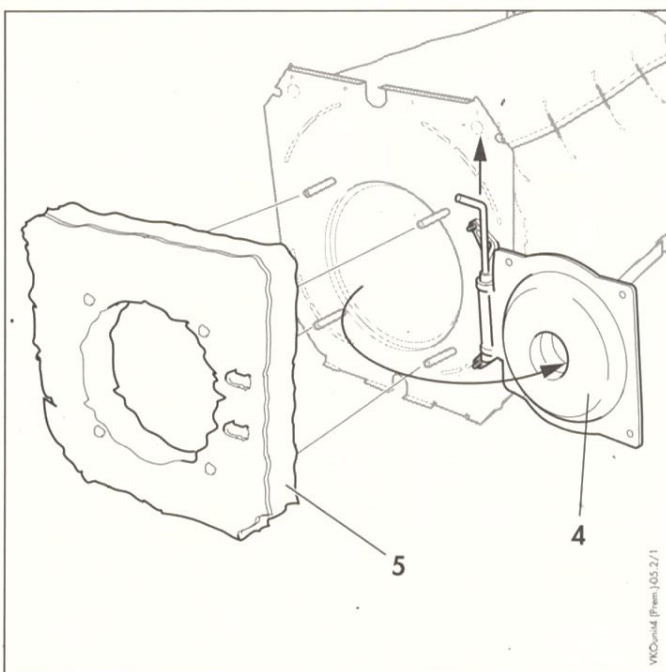

Abb. 5.2 Vordere Dämmstoffmatte anbringen
- Wärmedämmmatte (1) unter den Wärmetauscher legen.
- Enden der Wärmedämmmatte (1) nach oben führen. Achten Sie darauf, daß sich die Enden des Fliesstoffes überlappen.
- Enden der Wärmedämmmatte mit fünf Haken (2) befestigen.
- Vier Muttern der Brennraumbür abschrauben, Brennraumbür (4) öffnen, demontieren und vordere Dämmstoffmatte (5) anbringen (Abb. 5.2).